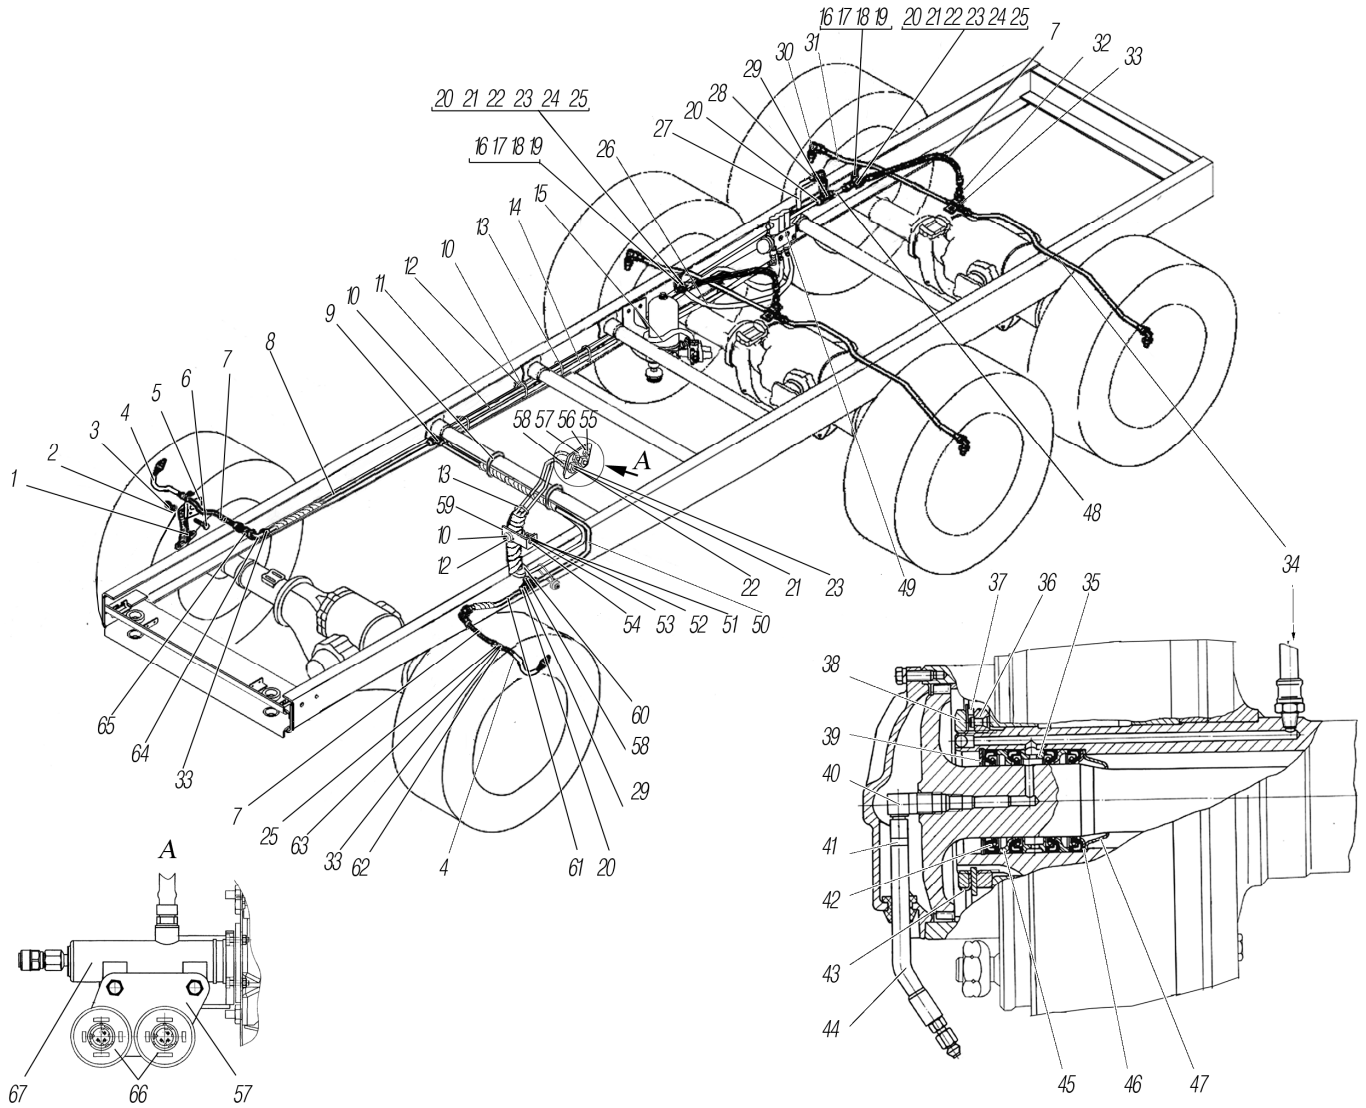

Рисунок 3.14
*² См. рисунок 3.14
See figure 3.14